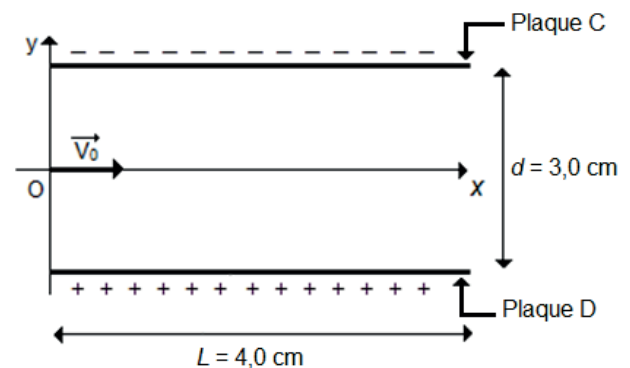

Figure 3. Schéma du condensateur plan de la chambre à ionisation
On s'intéresse au mouvement d'une particule  $\alpha$  arrivant dans la chambre à ionisation en l'absence de fumée. Cette particule arrive en un point O avec un vecteur vitesse initiale  $\vec{v}_0$  parallèle aux plaques C et D du condensateur plan (voir figure 3).
2.2. Reproduire sur la copie le schéma de la figure 3 puis y représenter le champ électrostatique  $\vec{E}$  et la force électrostatique  $\vec{F}_e$  que subit la particule  $\alpha$  au point O. Justifier.